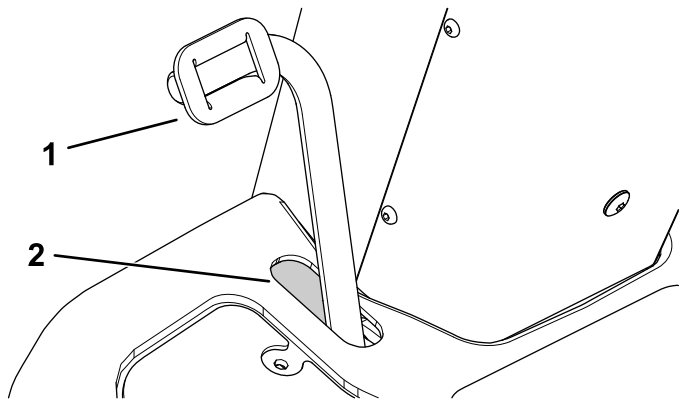

Figura 86
1. Pise el pedal del freno para comprobar si existe una distancia suficiente en el extremo delantero de la ranura (Figura 86).